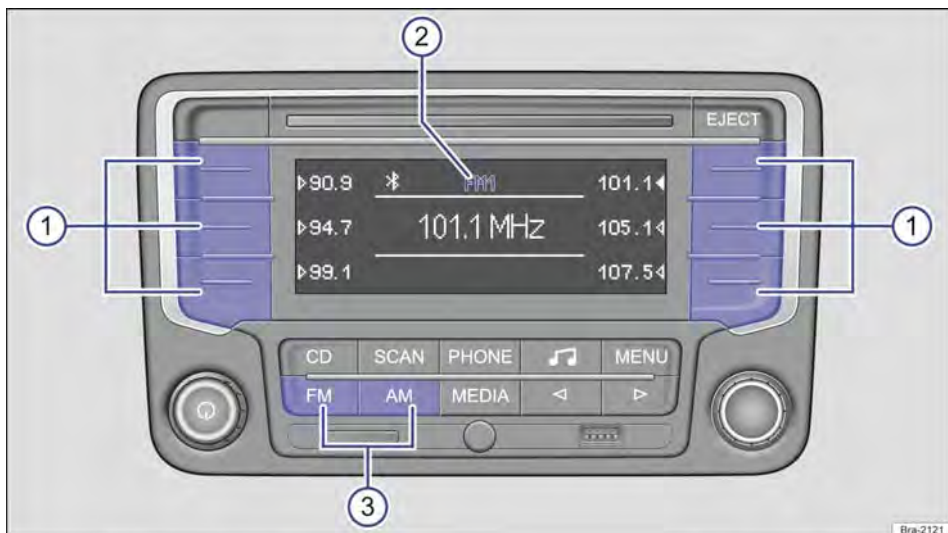

Fig. 152 Selecionar a faixa de frequências e o nível de memória.
Pressionar o botão do aparelho **FM** ou **AM** → Fig. 152 ③ até que seja exibido o nível de memória desejado → Fig. 152 ②.
Ao trocar os níveis de memória, as frequências das estações de rádio salvas são exibidas ao lado dos botões das estações Fig. 152 ①.